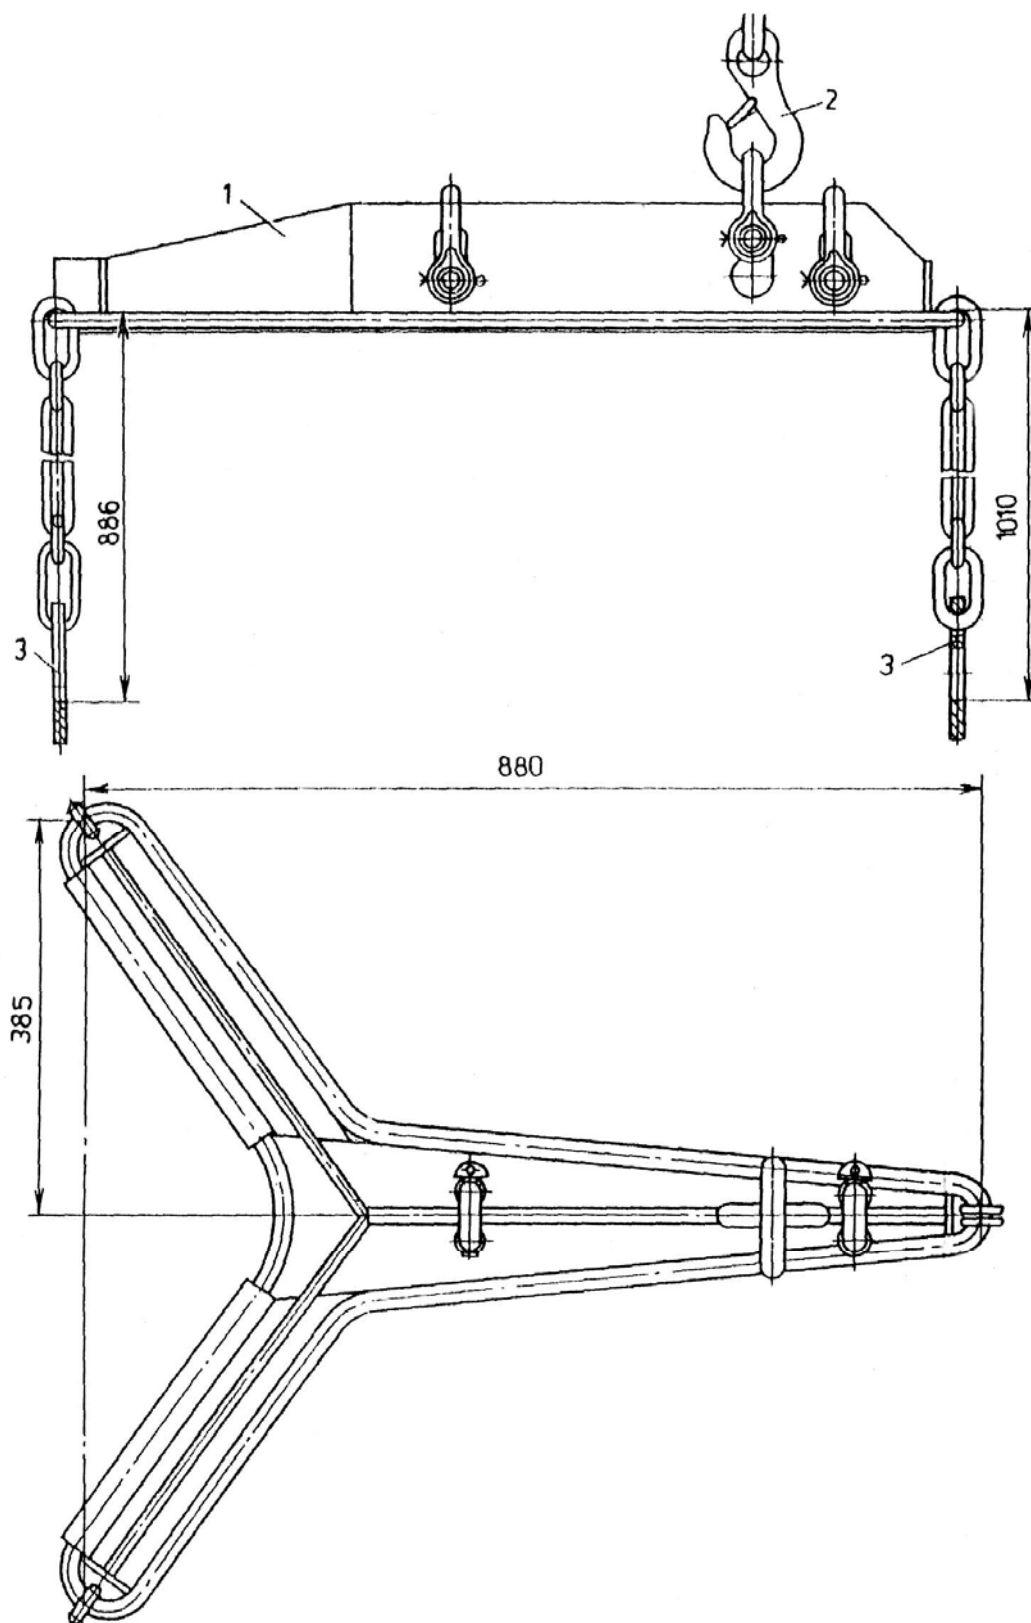

Рис.6. Грузозахватное приспособление для подвеса силового агрегата:
18. Закрепить за рым-болты силовой агрегат грузозахватным приспособлением (рис.6) и снять силовой агрегат с автомобиля.